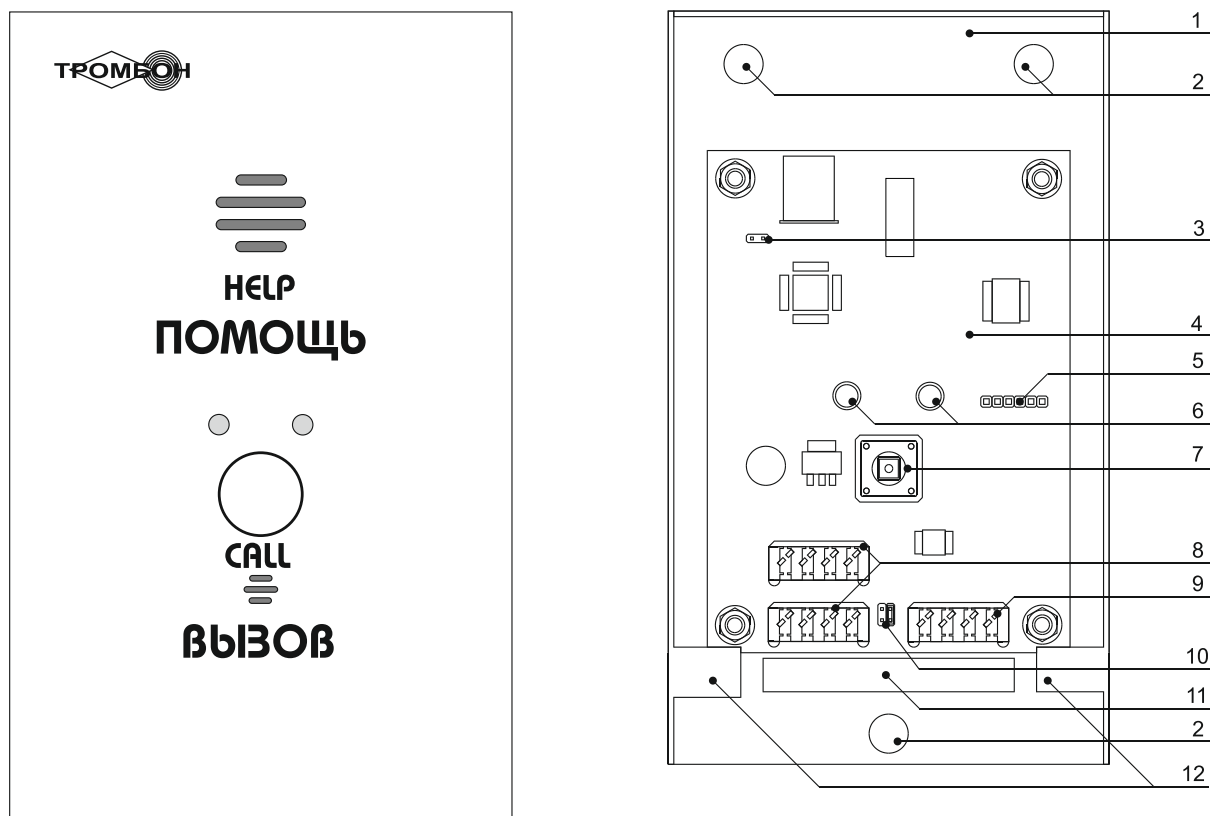

Рис. 1. Внешний вид «Тромбон – СОРС-АВУ» и без крышки.
2). Снимите крышку АВУ. Протяните линии связи через специальное отверстие в задней стенке АВУ (рис. 1, поз. 11). Установите АВУ на стену.
3). Подключите к разъемам рис. 1, поз. 8 линию связи с ЛБС и другими АВУ системы. АВУ подключаются к линии связи с ЛБС последовательно, соединений типа «звезда» на одной линии не допускается. Для удобства подключений АВУ имеет два разъема, контакты которых соединены параллельно. К одному разъему подключается линия связи от ЛБС или предыдущего АВУ в линии, ко второму – линия связи со следующим АВУ. Схема подключения указана в приложении 2.
4). Включите согласующие резисторы у последних АВУ в каждой линии. Включение резистора выполняется перестановкой перемычки рис. 1, поз. 10 на левую пару контактов.
5). Подключите к разъему рис. 1, поз. 9 устройства помощи МГН. Схема подключения представлена в приложении 3.
6). Возьмите крышку АВУ, подключите кабель от микрофона и динамика, установленных на крышке к соответствующему разъему на плате АВУ, см. рис. 1, поз. 5.
7). Подведите крышку АВУ снизу к основанию, введите выступ крышки в зацепление с выступами основания см. рис. 1, поз 12, далее прижмите крышку к основанию и с небольшим усилием сдвиньте ее вверх, до упора (см. приложение 4 поз 1).
При изменении конфигурации системы или установке в систему ранее использованного АВУ, необходимо выполнить смену его адреса на заводской (по умолчанию). Только после этого возможно запрограммировать это АВУ в систему. Для смены адреса на заводской необходимо на клеммы АВУ рис. 1 поз. 3 установить перемычку, после этого подать питание на АВУ. Адрес АВУ будет заменен на заводской. После этого необходимо снять перемычку и запрограммировать АВУ в систему.